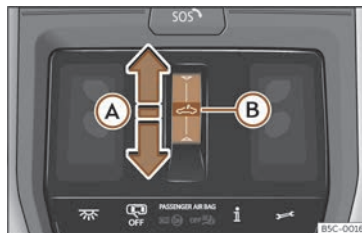

Fig. 82 Dans le revêtement intérieur du toit : touche du toit ouvrant.
- **Mouvement automatique** : faites glisser le doigt vers l'arrière de la zone fonctionnelle >>> **fig. 82** (A).
- Dans les 5 secondes après avoir activé la fonction anti-pincement, faites glisser le doigt vers l'avant de la zone fonctionnelle ➡ >>> fig. 82 (A) et maintenez-le appuyé jusqu'à ce que le toit ouvrant soit entièrement refermé.